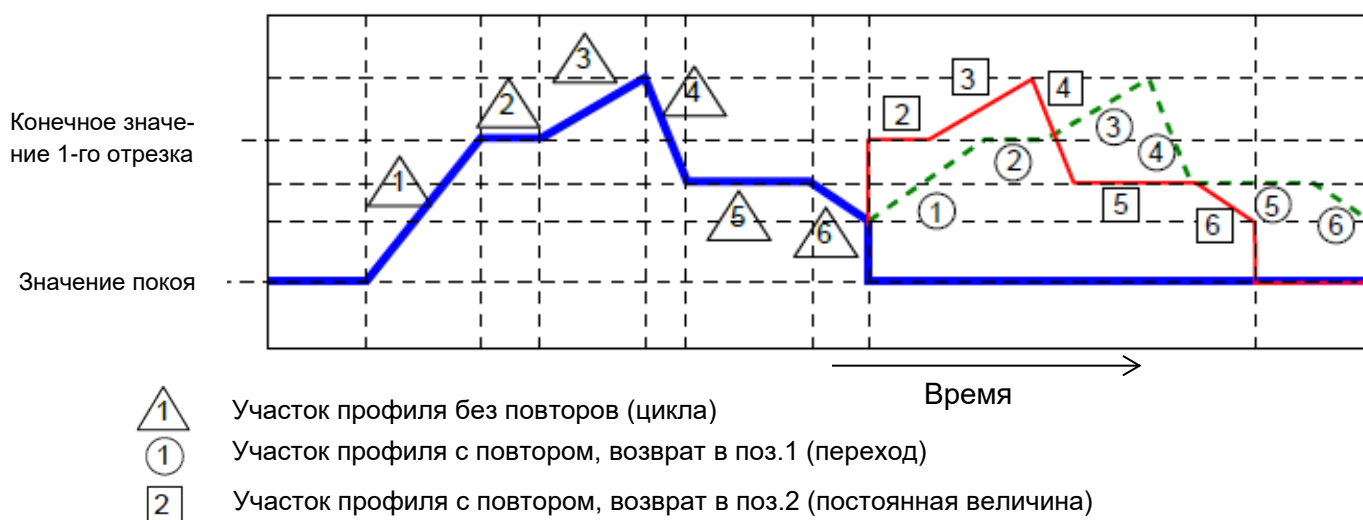

Рисунок 2.73 – Пример профиля с описанием параметров
- если шаг, с которого начинается повтор профиля – переход, то в целом этот шаг является линейным преобразованием выходного сигнала от конечного значения предыдущего шага к конечному значению текущего шага (см. рисунок 2.73, пунктирная линия);
- если шаг, с которого начинается повтор профиля, постоянная величина, то сигнал профиля быстро изменяется (0,1 с) от конечного значения предыдущего шага к значению текущего шага (см. рисунок 2.73 тонкая линия).